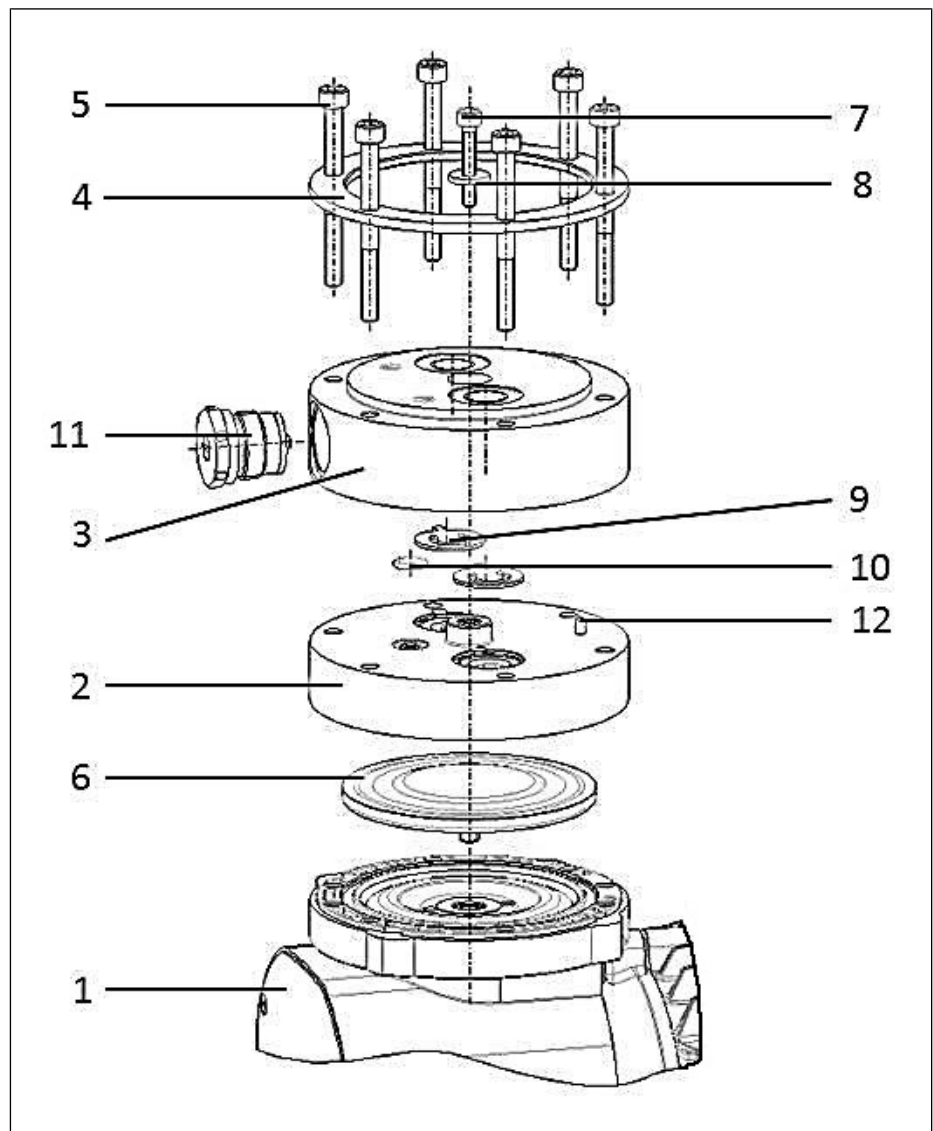

Fig.13 Pièces de pompe N922FT.29E EX
**Selon Fig. 13
i Les numéros de position dans l'instruction de travail suivante se réfèrent aux Fig. 13.